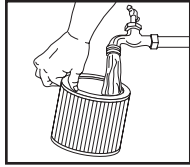

FIGURE 14
20. Ou rincez (depuis l'intérieur du filtre) avec de l'eau. **FIGURE 14.** Laissez sécher complètement (environ 24 heures).